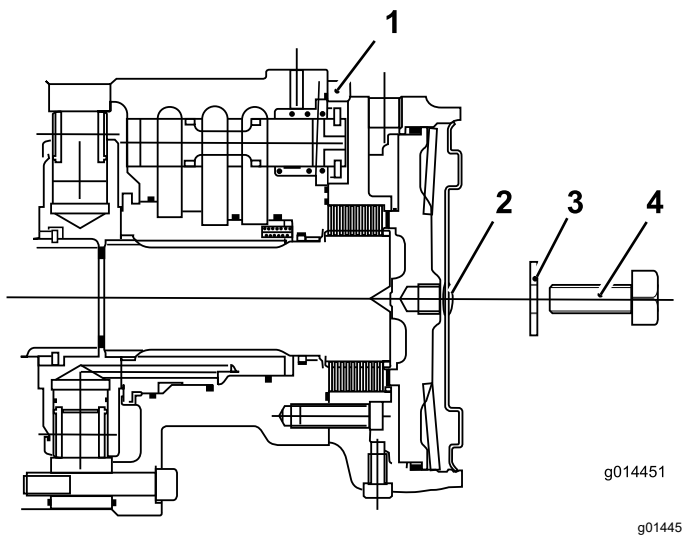

Figura 48
1. Rimuovete il bullone (12 x 40 mm) e la rondella (12 mm) dal foro al centro della piastra terminale del motore (Figura 48).